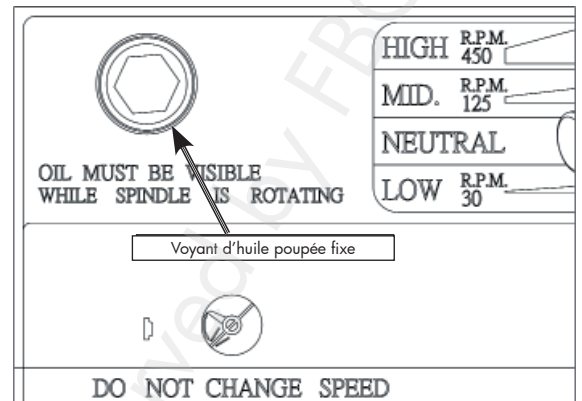

Fig. 20 Voyant d'huile poupée fixe
13. Tournez le bouton d'ARRÊT D'URGENCE vers la droite, jusqu'à ce qu'il se débloque et que la pompe se mette en marche. Observez le voyant du tuyau de la pompe à huile (figure 20). Si de l'huile s'écoule du tuyau contre le voyant, vous pouvez faire démarrer le tour.